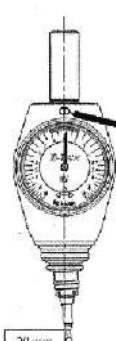

Рис. 8
- Отрегулируйте на «половину разницы» с помощью регулировочного винта и завершите установку (рис. 8). Его можно проверить еще раз, если возникнут какие-либо проблемы, отрегулируйте еще раз в соответствии с приведенным выше описанием.